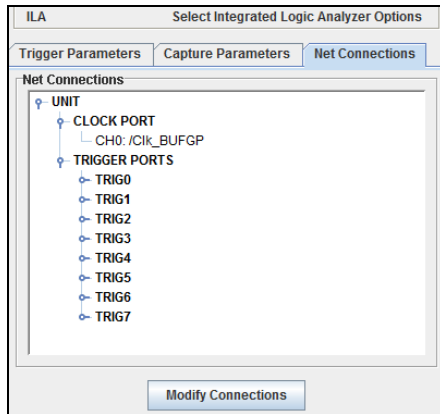
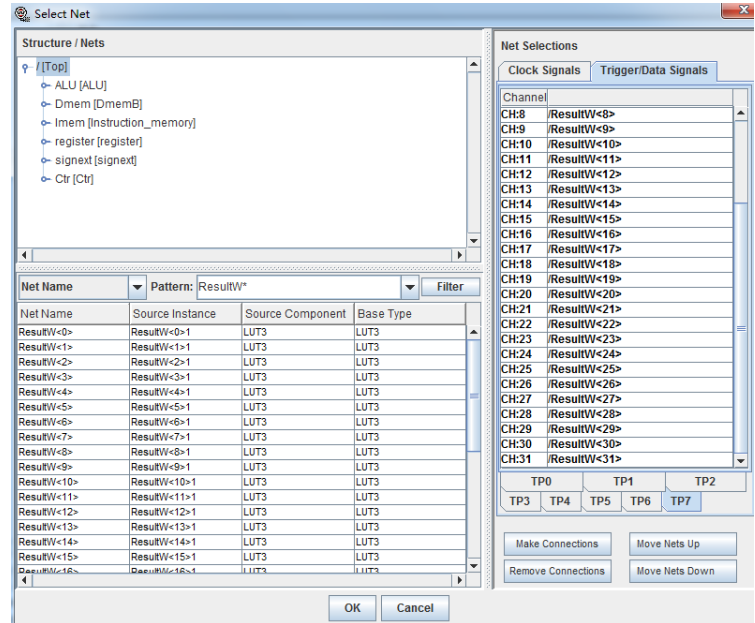

图 25. 配置连接
图 26. 选择网络
- 连接需要抓取的采样信号，以及采样的时钟信号。图 25 所示，点击 Modify Connections，进入图 26 所示的窗口，在左下方窗口选择信号，右侧窗口选择需要连接的位置，然后点击 Make Connections。这里主要采样了 InstructionD[31:0]，ReadDataW[31:0]，ALUOutW[31:0]，ResultW[31:0]。